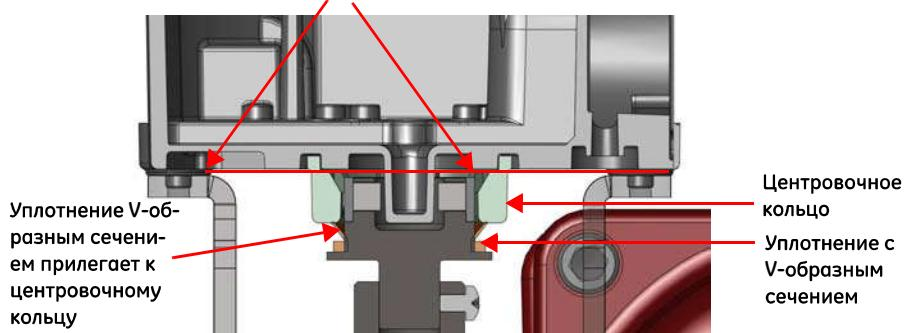

Рис. 11. Уплотнение с V-образным сечением Camflex
6. Убедитесь, что кольцевое уплотнение V-образного сечения прилегает юбкой по всей поверхности центровочного кольца на SVi1000 (Рис. 11).